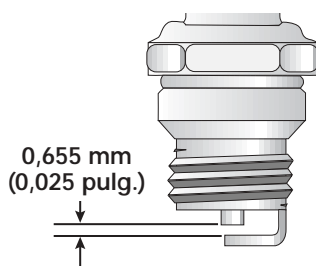

Fig. 68
3. Cambie las bujías que estén rajadas, sucias o deterioradas. Fije la separación de aire a 0,655 mm (0,025 pulgadas) utilizando un calibrador (Fig. 68).